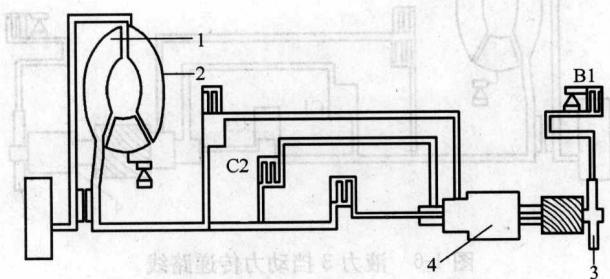

图 1-9 倒挡动力传递路线
(5) 倒挡。变速杆置于 R 位置时，离合器 C2 接合，驱动大太阳轮；制动器 B1 工作，使行星架制动，成为一定轴轮系，其动力传递路线为（如图 1-9 所示）：泵轮（顺）→涡轮（顺）→涡轮轴（顺）→离合器 C2（顺）→大太阳轮（顺）→长行星齿轮（逆）→齿圈（逆）。